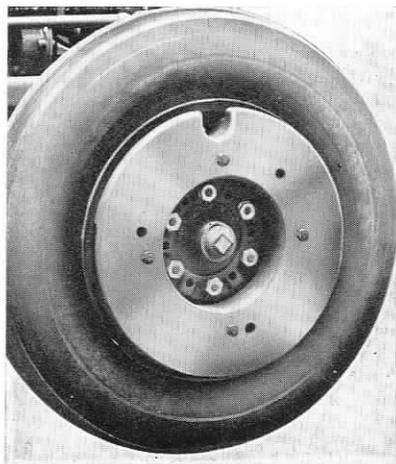

FIG. 66
- Extérieur (fig. 66) : une masse de 43 kg par roue ;